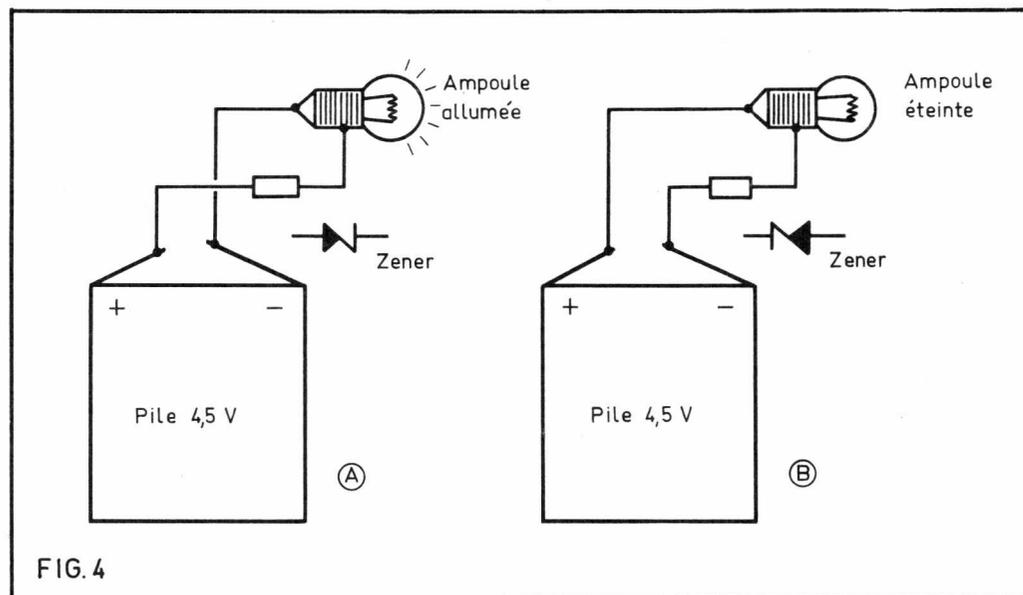

FIG. 4
Fig. 4 : Comment reconnaître le bon sens de montage de la diode zéner. Matériel nécessaire : une pile ordinaire et une ampoule pour lampe de poche. En A, l'ampoule s'éclaire, et en B, elle n'est pas allumée. On en déduit le sens de branchement de la diode.
- On vérifiera attentivement que le sens de la diode zéner est bien respecté. Mais, comme les constructeurs de composants réalisent des pièces de plus en plus petites, les marquages deviennent de plus en plus difficiles à déchiffrer. Nous indiquons donc, en figure 4, un moyen sûr et pratique d'identifier ce sens de branchement.